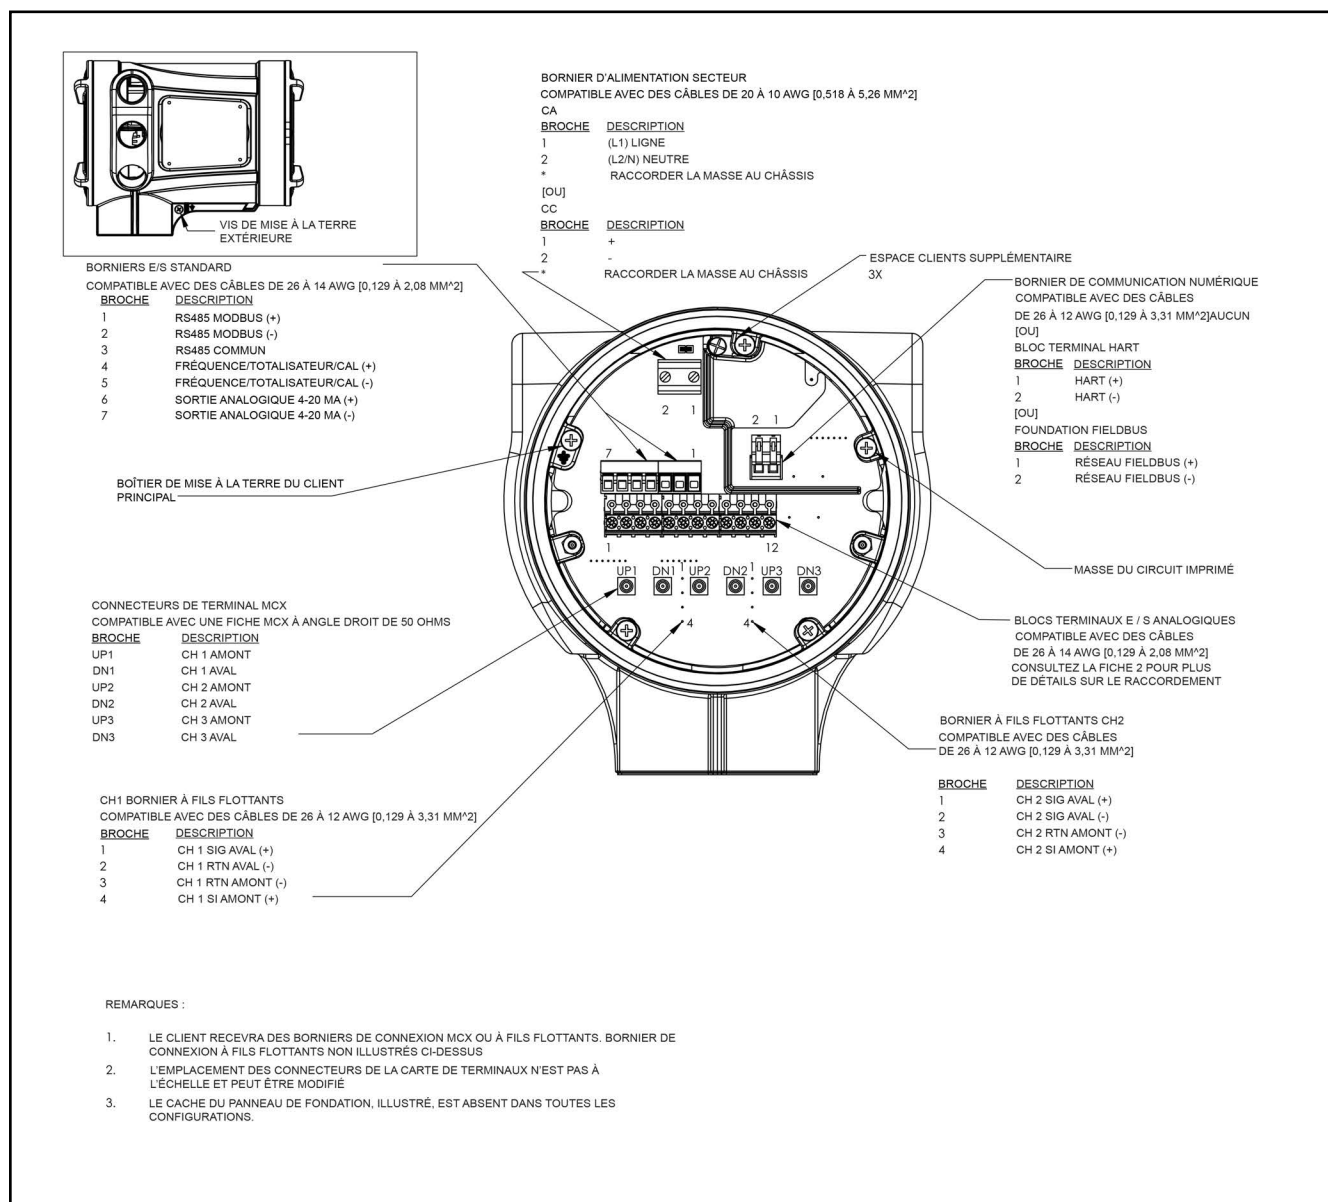

Figure 12 : Schéma de câblage du bornier XMT1000
Cette section contient les instructions pour effectuer tous les raccordements électriques nécessaires à l'émetteur de débit XMT1000. Veuillez-vous référer à la *Figure 12 à la page 13* pour un schéma de câblage complet.
Une mise à la terre correcte du boîtier XMT1000 via la vis de mise à la terre externe du boîtier (voir *Figure 12 à la page 13*) est nécessaire pour éviter tout risque de choc électrique. Toutes les vis de mise à la terre doivent être serrées à la main uniquement, à un couple maximal autorisé de 2,5 N-m (22 po-lb).
3. Consultez la Figure 12 à la page 13 pour connaître l'emplacement du bornier et câblez la sortie analogique comme indiqué. Fixez le presse-étoupe.
3. Consultez la *Figure 12 à la page 13* pour connaître l'emplacement du bornier et câblez la sortie numérique comme indiqué. Fixez le presse-étoupe. Consultez le *Chapitre A, Spécifications*, pour les exigences en matière de charge et de tension.
Pour effectuer le câblage sur ce port série RS485, *Figure 12 à la page 13* reportez-vous aux étapes suivantes et suivez-les :
L'émetteur de débit XMT1000 offre en option une sortie 4-20 mA/HART supplémentaire ou une sortie Foundation Fieldbus sur le bornier n° 1 (TB1) suivant la *Figure 12 à la page 13*. Dans le système HART, un signal actif est utilisé, tandis que FF correspond à un signal passif. Les connexions à cette sortie peuvent être réalisées avec un câblage à paires torsadées standard, mais l'impédance de boucle de courant pour ce circuit ne doit pas dépasser 600 ohms.
3. Consultez *Figure 12 à la page 13* pour connaître l'emplacement du bornier et câblez la sortie HART ou Foundation Fieldbus comme indiqué. Fixez le presse-étoupe.
Les émetteurs de débit XMT1000 offrent en option des sorties analogiques, des entrées analogiques et des entrées RTD supplémentaires sur le bornier n° 2 (TB2) suivant la *Figure 12 à la page 13*. Les connexions à cette sortie peuvent être réalisées avec un câblage à paires torsadées standard.
3. Reportez-vous à la *Figure 12 à la page 13* pour connaître l'emplacement du bornier et câblez la sortie E / S supplémentaire comme indiqué dans le tableau ci-dessous.
Reportez-vous à *Figure 12* à la page 13 et à *Section 2.7.1, « Câblage des sorties analogiques »* pour localiser les borniers à fils volants des canaux 1 et 2.